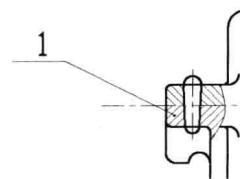

图 7-5-11
(8) 在“选项卡”面板中单击“关闭”按钮，即可完成引线标注，如图 7-5-11 所示。双